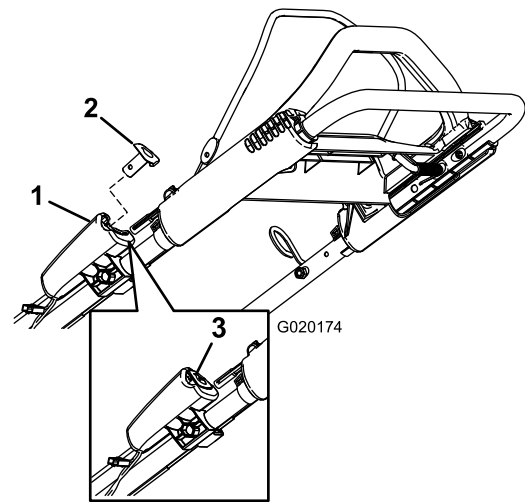

Bild 18
2. Drücken Sie die Elektrostarttaste, bis der Motor anspringt (Bild 18).
Hinweis: Wurde die Elektrostarttaste entfernt, setzen Sie sie in den Elektrostart ein, siehe Bild 18.